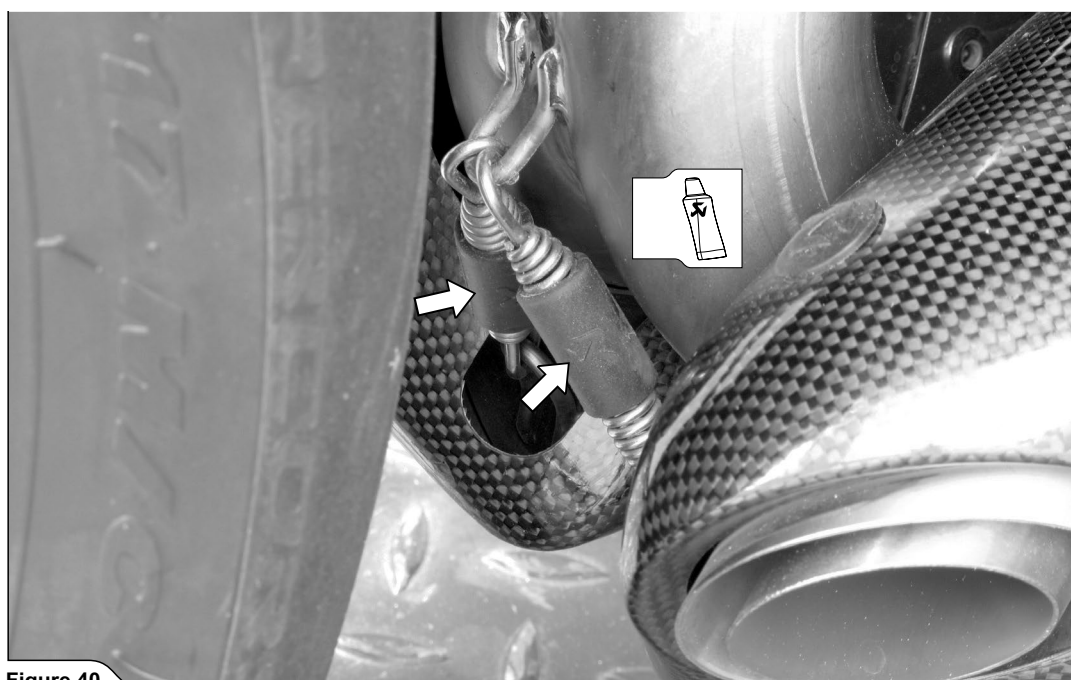

Figure 40
10. サイレンサーをマニホールド出口にスライドさせます。サイレンサーサブブラケットのボルトを手で締め付け、スプリングを取り付けます (図 40)。